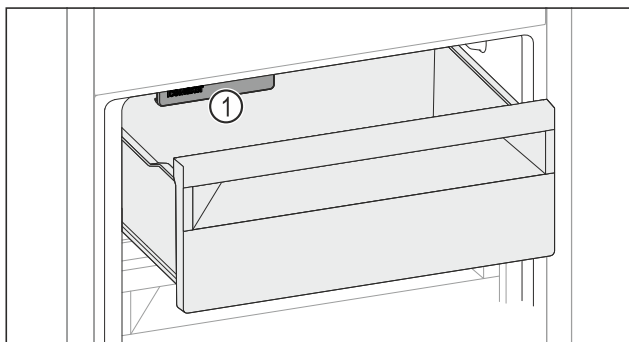

Fig. 49
- ▶ Учитывайте IceMaker Fig. 49 (1).